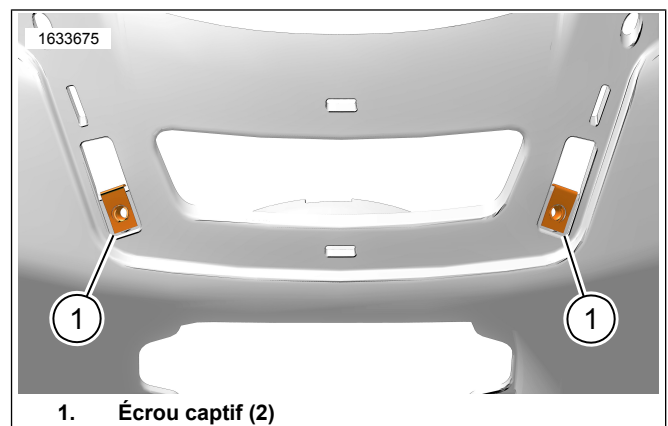

Figure 4. Écrous d'attache de carénage extérieur
Voir la figure 4. Retirer et éliminer deux écrous d'attache de carénage extérieurs (1).